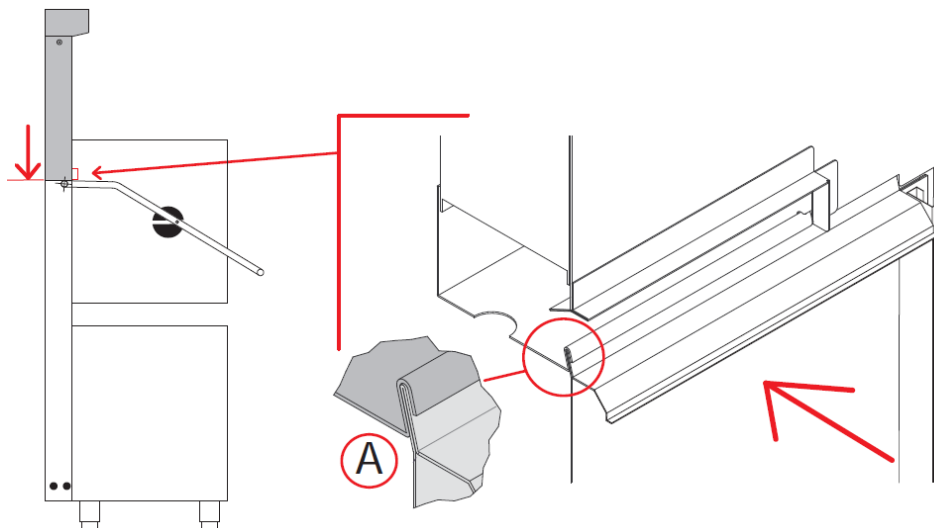

Fig. 3.2.4
5. Controleer of de profielen zoals afgebeeld op fig 3.2.4 op de juiste plaats zitten en laat de unit zakken.